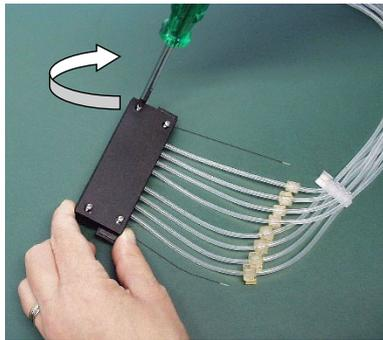

Figura 5-40. Sustitución de la cubierta de la pieza inferior del casete dispensador
5. Apriete los cuatro tornillos de sujeción de la pieza inferior del casete dispensador (Figura 5-40).